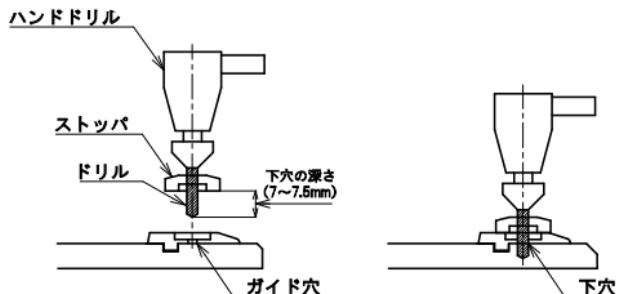

図92 下穴加工
- ④ 専用のストップ付ドリルの下穴深さが7~7.5mmであることを確認したあと、切管用挿し口リング（継ぎ輪用）のガイド穴に合わせて、切管用挿し口リング（継ぎ輪用）および挿し口に所定の深さの下穴を加工する（図92）。加工終了後は切屑を下穴から除去する。